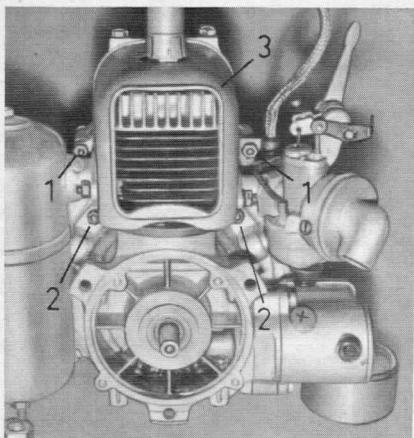

Bild 79
Die Abdeckkappe ( Bild 79, Pos. 3 ) mit Dichtung ist abzunehmen.
und Abdeckkappe ( Bild 79 )
u. Bild 79, Pos. 2 ) ab-
Abdeckkappe ( Bild 79 )
Zwei Muttern ( Bild 79, Pos. 1 )